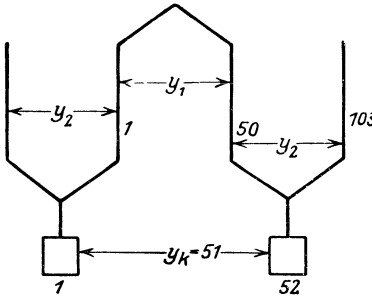

Abb. 105. Reihenparallelschaltung.
Wir nehmen wieder  $y_1 = 49$  und erhalten  $y_2 = 102 - 49 = 53$ . Man verbindet hinten 1 mit  $(49 + 1)$  d. i. 50 und vorn 50 mit  $(50 + 53)$  d. i. 103 usw. (Abb. 105).
Für  $a = 3$  war  $y_1 + y_2 = 102$ , also ist  $y_k = \frac{102}{2} = 51$ , d. h. die beliebige Lamelle 1 ist durch die Spule 1—50 mit der Lamelle  $1 + 51 = 52$  zu verbinden. Diese mit der Spulenseite 103 usw. (Abb. 1051).
Z. B. Lamelle 52 ist in Abb. 105 verbunden mit Seite  $2 \cdot 52 - 1 = 103$ . Umgekehrt, mit welcher Lamelle ist die Spulenseite 143 verbunden?